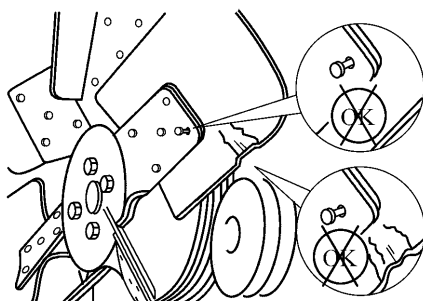

图 4-2 风扇的检查
2) 如图4-2所示, 检查冷却风扇有无裂纹、铆钉松动、叶片弯曲或损坏。检查风扇固定螺栓, 必要时, 拧紧螺栓。